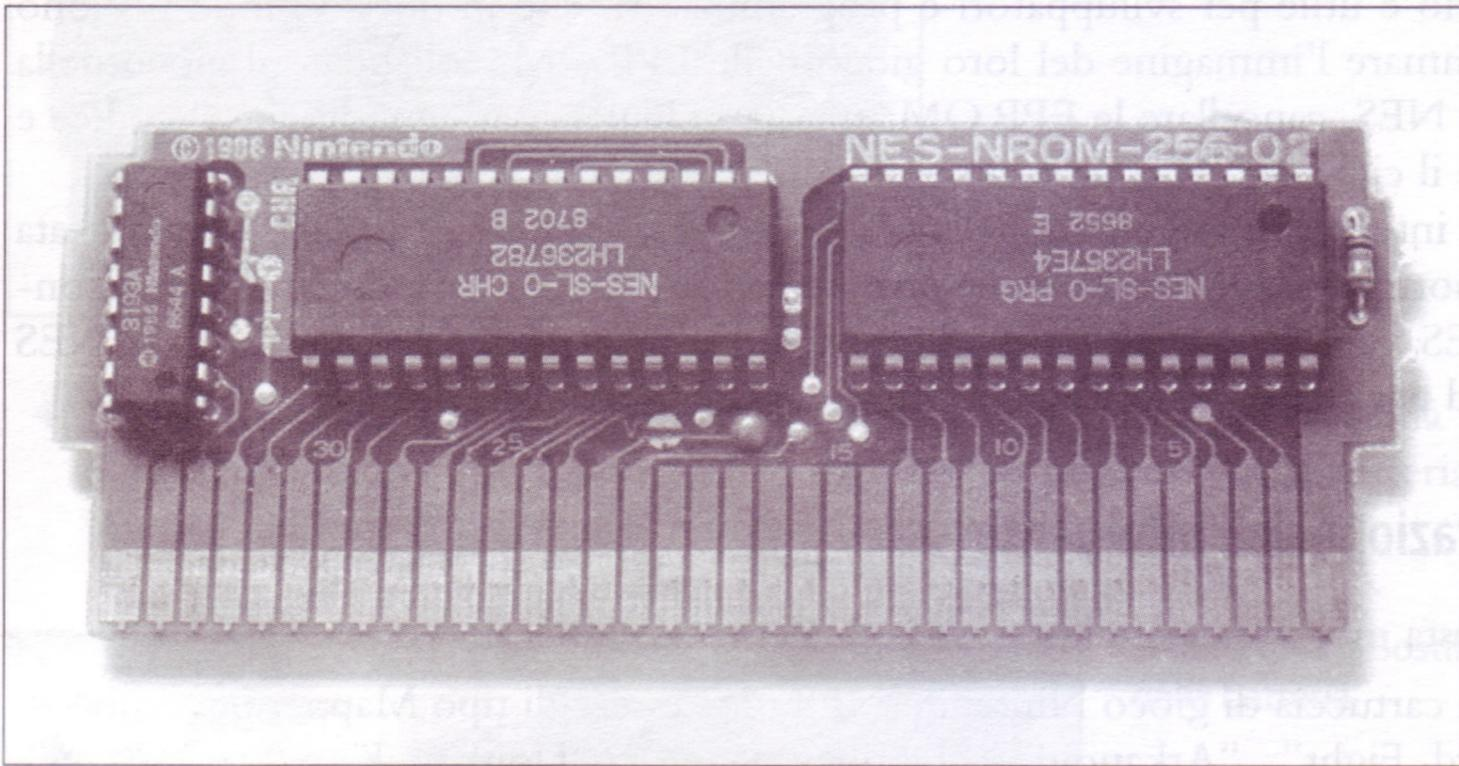

Figura 6.43 Cartuccia di gioco NES di tipo Mapper 0.
1. Aprite la cartuccia come descritto nel paragrafo “Apertura di una cartuccia di gioco per NES”. Con la cartuccia aperta, rimuovete la scheda dei circuiti e capovolgetela in modo da vederne i componenti. La scheda dovrebbe assomigliare a quella della Figura 6.43.
5. A questo punto, se desiderate verificare di aver saldato correttamente le prese alla scheda, potete inserire le ROM. Fate attenzione di collocarle nella stessa posizione e direzione in cui erano in precedenza, come nella Figura 6.43. Quando inserite la scheda e accendete la console, il gioco originale dovrebbe apparire sullo schermo, proprio come previsto. Rimuovete le ROM dalle prese per continuare con l'intervento.